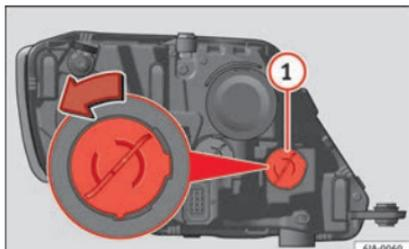

Fig. 93 Cambio de lámpara para la luz intermitente.
- Gire el portalámparas » **fig. 93** ① en sentido antihorario y retírelo.